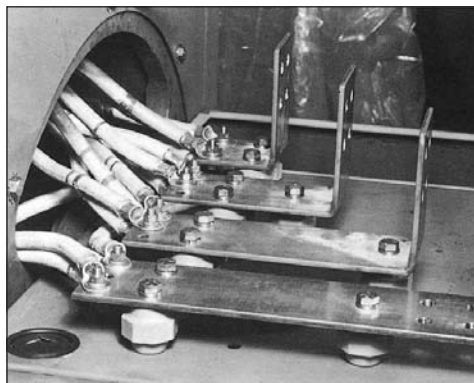

Figura 6-78
2. En los generadores con ensamble de barra de distribución, reensamble los cables del estator principal y los bloques de aislamiento a la barra de distribución (figura 6-78).